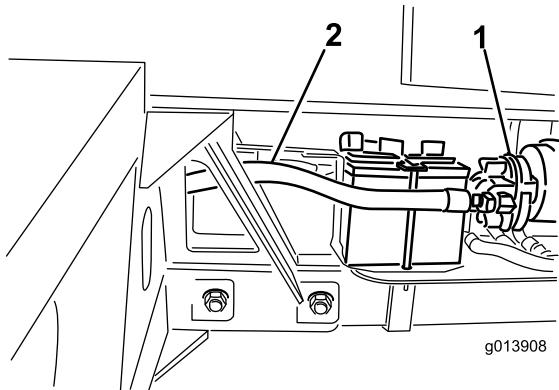

Figura 12
9. Ligue o tubo hidráulico n.º 3 ao lado da sucção da bomba hidráulica (Figura 12).